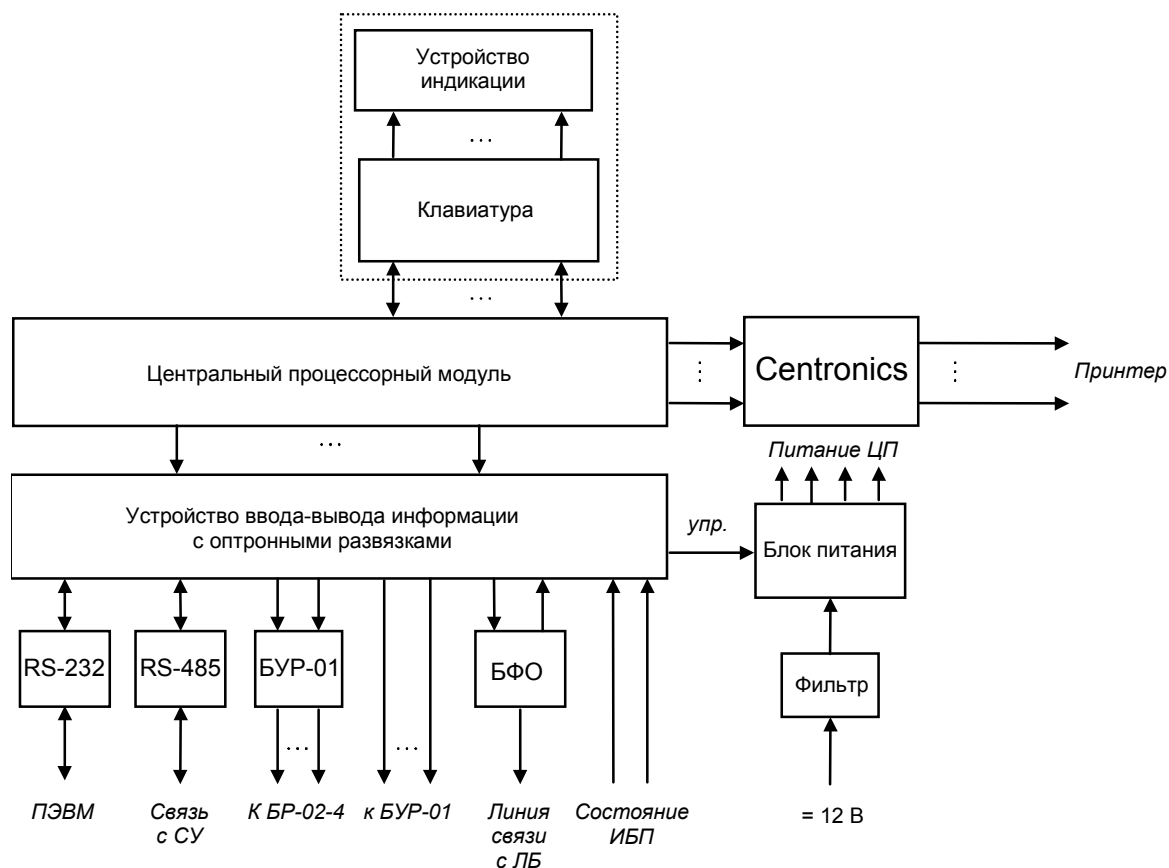

Рис. 3 Схема электрическая функциональная БЦП
1.1.4.6 Функциональная схема БЦП прибора приведена на Рис. 3. В его состав входят: